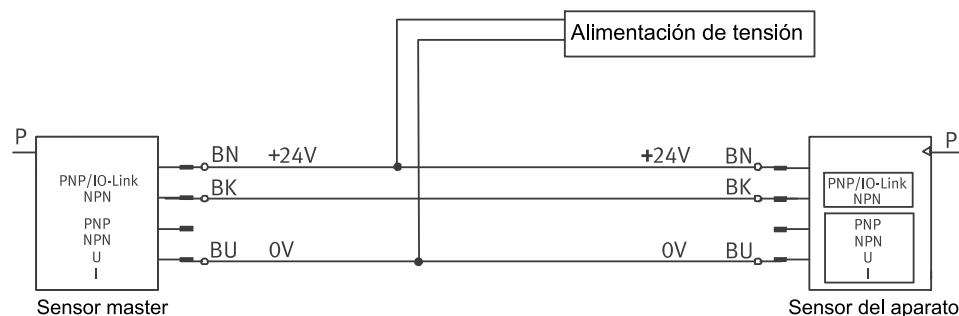

Fig. 10: Replicación de parámetros
- El sensor Master está conectado con el sensor Device, ➔ Fig. 10.